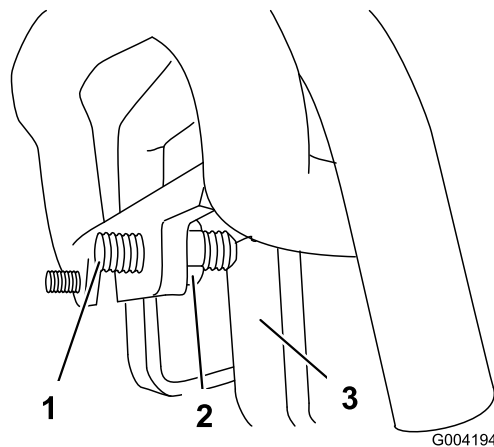

Figure 55
3. Si la machine se déporte vers la **gauche**, desserrez l'écrou de blocage **droit** et ajustez la vis de réglage de correction directionnelle à l'avant de la commande de déplacement (Figure 55).
4. Si la machine se déporte vers la **droite**, desserrez l'écrou de blocage **gauche** et ajustez la vis de réglage de correction directionnelle à l'avant de la commande de déplacement (Figure 55).